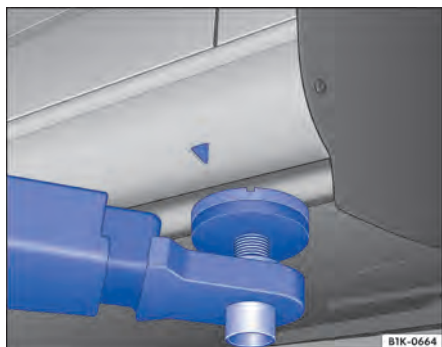
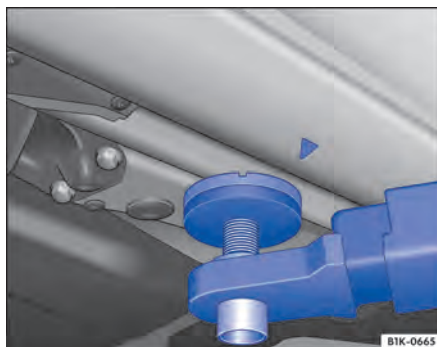

Fig. 147 Pontos de apoio dianteiros para a suspensão com plataforma elevatória ou com macaco.
Fig. 148 Pontos de apoio traseiros para suspensão com plataforma elevatória ou com macaco.
O veículo deve ser suspenso somente pelos pontos indicados nas figuras ⇒ Fig. 147 e ⇒ Fig. 148. Se o veículo não for suspenso pelos pontos indicados, poderão ocorrer danos no veículo ⇒ ❶ e ferimentos graves ⇒ ⚠.
- Suspender o veículo somente pelos pontos indicados nas figuras ⇒ Fig. 147 e ⇒ Fig. 148. Se o veículo não for suspenso pelos pontos indicados, o veículo poderá cair da plataforma elevatória quando, por exemplo, o motor ou a suspensão for desmontado.